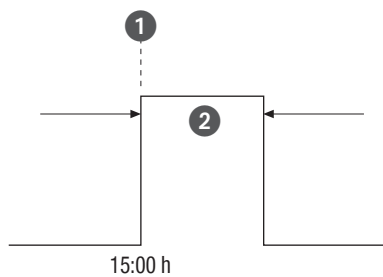

Abb. 24: Impulsschaltung
- (Abb. 24/①) Startzeit
- (Abb. 24/②) Dauer = Schaltung EIN